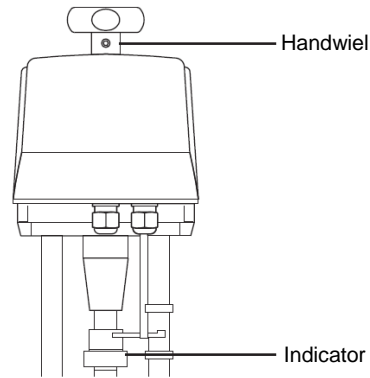

Fig. 6
1. Elektrische servomotor regelklep: gebruik het manuele handwiel boven op de servomotor om de spindel op en neer te bewegen tussen de twee indicatoren aan de zijkant van de pijler (Fig. 6).